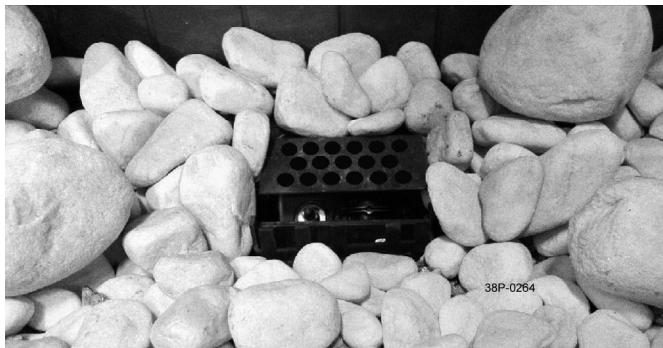

fig. 6
- Répartissez les pierres de carrière uniformément sur une couche; voir Photo (fig. 6);
- Placer les 12 gros galets dessus les petits galets; voir Photo (fig. 6);
- Veillez à ce que la veilleuse et l'espace qui l'entoure restent dégagés; voir Photo (fig. 6).